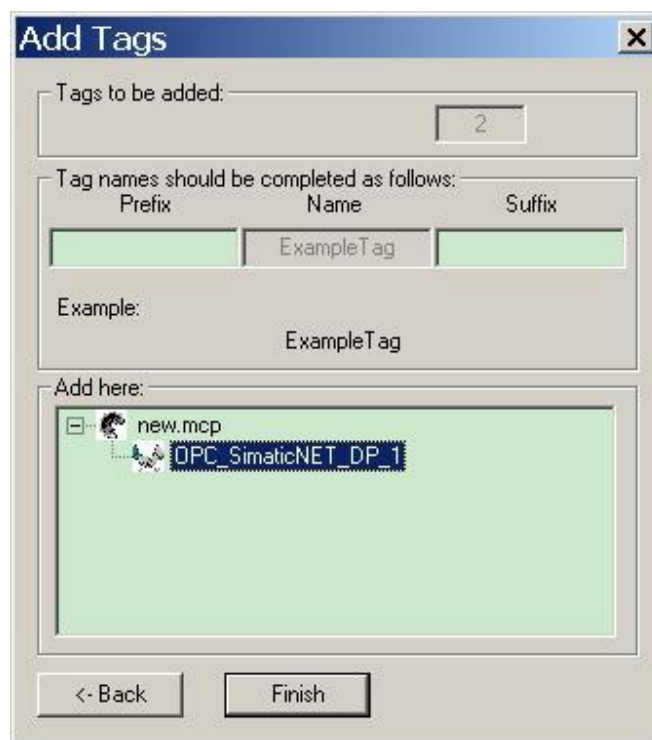

图 46 添加变量
9. 在弹出的“Add Tags”对话框中，选中 WinCC 项目中的“OPC_SimaticNet_DP_1”连接，点击“Finish”完成操作。如图 46 所示。